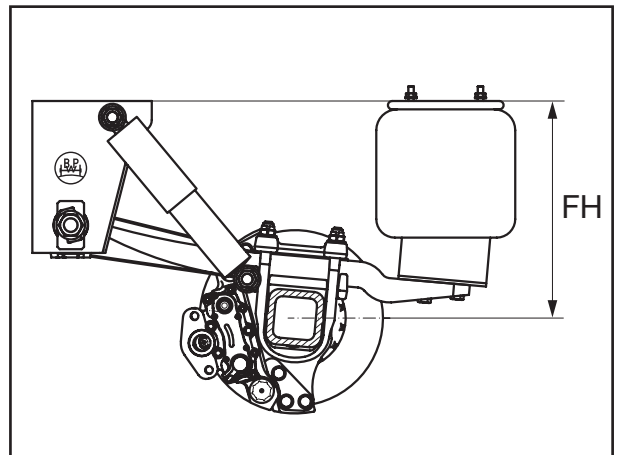

Fig. 19
- [29] Achse auf Fahrhöhe, wie vor Arbeitsschritt [1] gemessen, anheben (siehe Fig. 19) .
[29] Lift the axle to the ride height as measured before step [1] (see Fig. 19).
[29] Relever l'essieu à la hauteur de fonctionnement mesurée avant l'étape de travail [1] (voir Fig. 19).